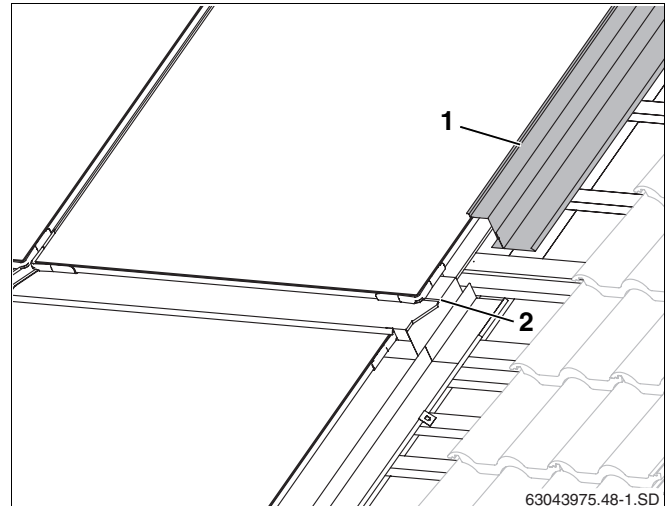

Fig. 54 Tôle de recouvrement latérale, rangée supérieure
- Monter les tôles de recouvrement supérieures latérales (fig. 54, **pos. 1**) comme les tôles inférieures latérales (chap. 10.2 "Tôles de recouvrement latérales").
- Glisser les tôles de recouvrement latérales sur la rainure en tôle des tôles de recouvrement centrales (fig. 54, **pos. 2**).